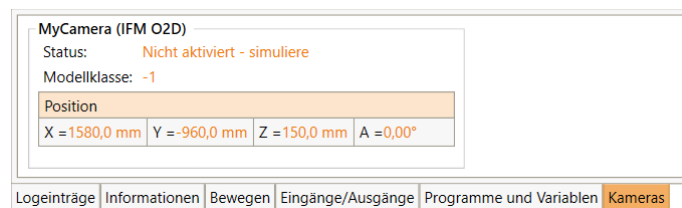

Abbildung 50: Kamera-Statusbereich
- CRI-Schnittstelle: Das Bild wird über, die Ethernet-Schnittstelle an iRC übertragen und kann dort im Kamera-Statusbereich beobachtet werden (s. Abb. 50).